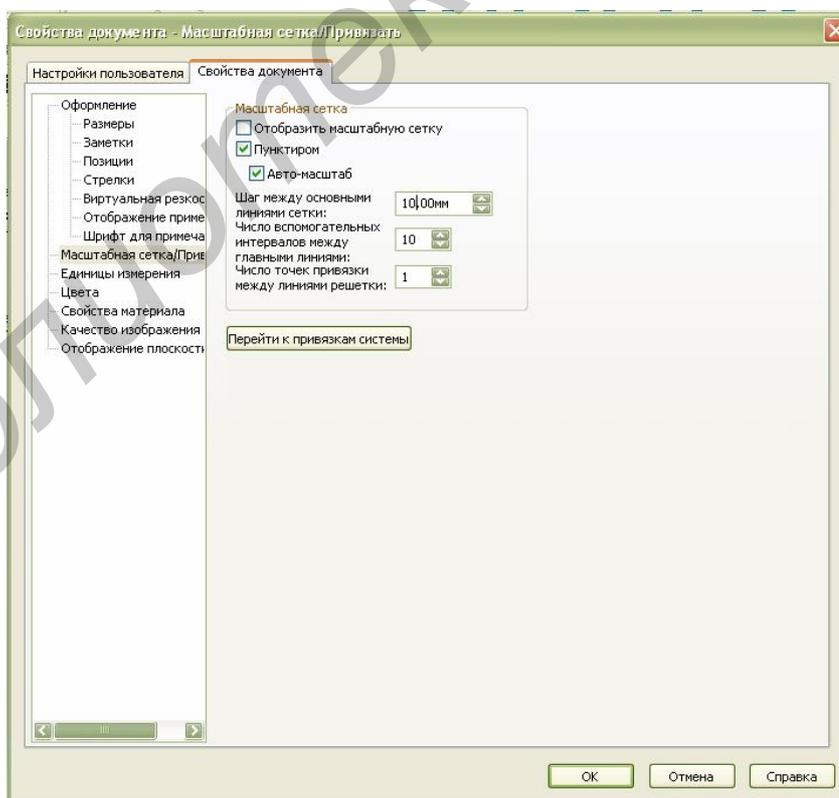

Рисунок 19 – Диалоговое окно Свойства документов
13. Выбрать параметры **Display grid** (Отобразить сетку), **Dash** (Пунктиром), **Automatic scaling** (Автоматическое масштабирование) в группе **Grid** (Сетка) и задать (рисунок 19):